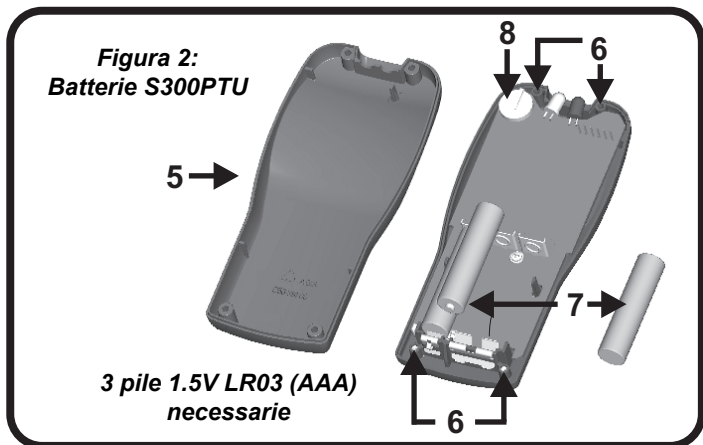

Figura 2:
- Batterie Scariche PTU**: Sostituire le batterie dell'S300PTU. Con riferimento ai **Figura 2** riportati sul fronte della pagina e la **Sezione 7** di seguito
Nota: Vedere la Figura 2 in prima pagina.